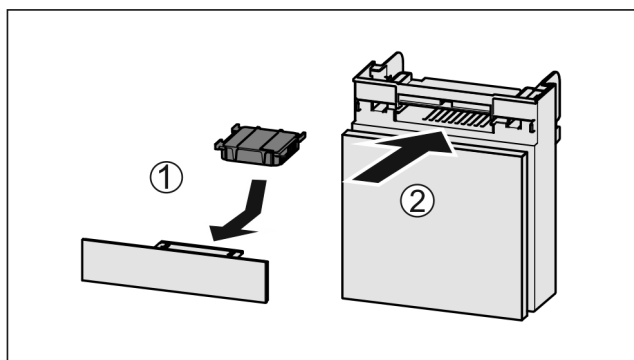

Fig. 56
- ▶ Filtr s aktivním uhlím vložte podle vyobrazení Fig. 56 (1).
- ▶ Zásuvku zasuňte Fig. 56 (2).